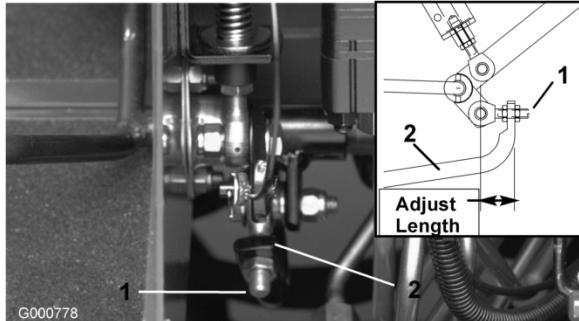

Figura 59
- Ajuste las contratueras del extremo de la varilla de la bomba con objeto de desplazar el tubo de control de la bomba hacia adelante para eliminar el movimiento de la máquina hacia adelante, o hacia atrás para eliminar el movimiento hacia atrás (Figura 59).